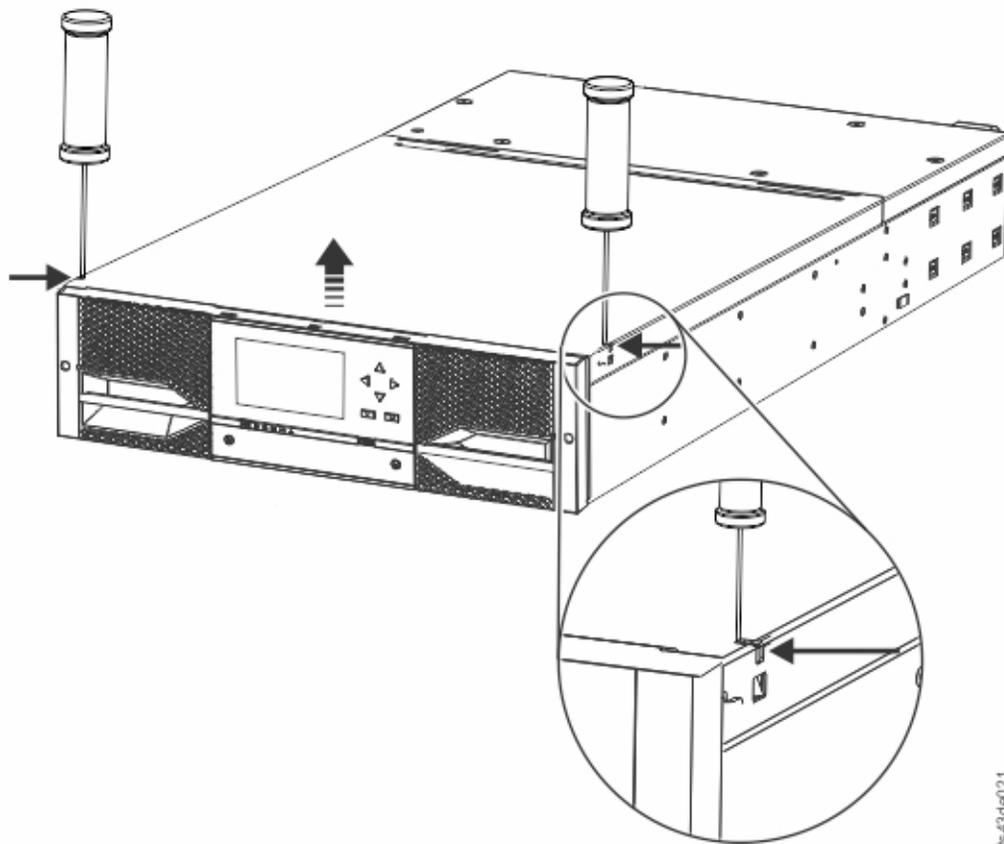

图 27. 解锁模块顶盖
5. 用手指或小工具向内按压模块顶盖的侧面（每一侧一个）以解锁顶盖。在打开顶盖时，向前拉动以卸下顶盖。请参阅图 27。